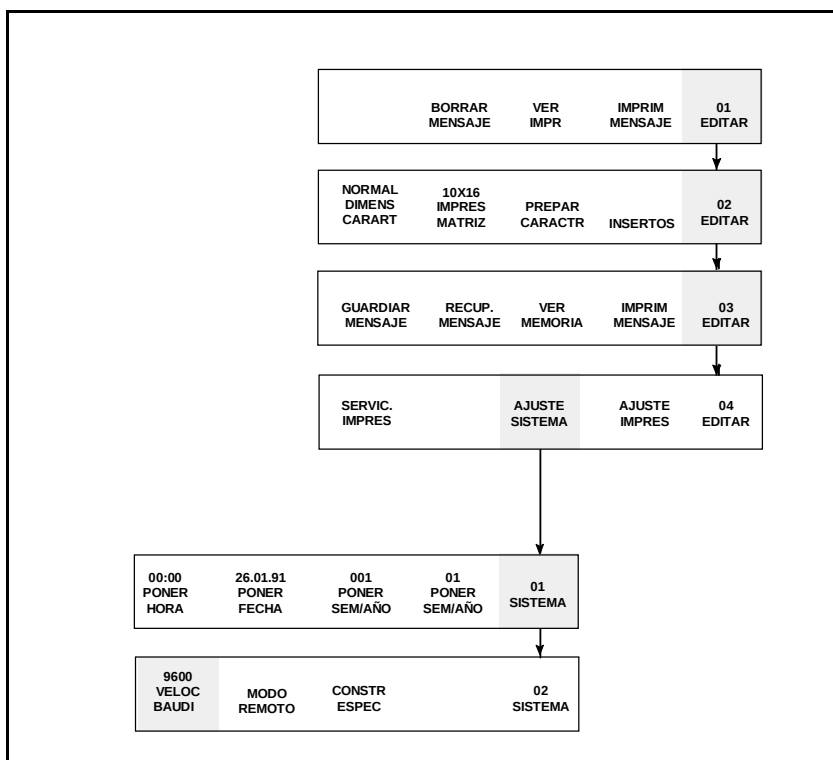

Figura 11-2. Acceso al Marco <02 SISTEMA>
1. Comience en el Marco <02 SISTEMA>. Vea la Figura 11-2.